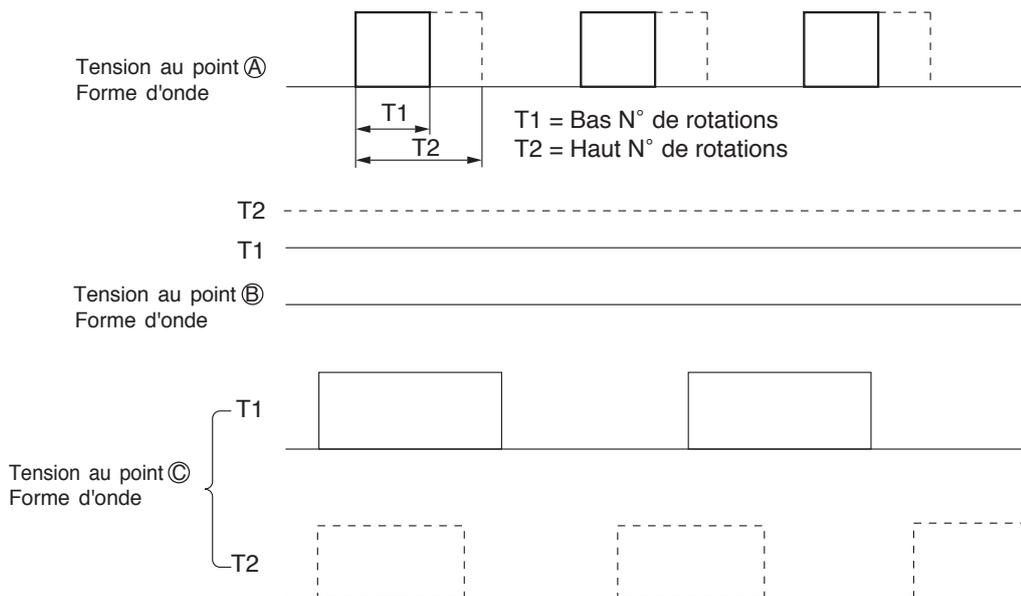

Fig. 5-2
- Pour le point A, une pulsation de PWM (modulation d'impulsions en largeur) de 15,7 kHz sera émise de la broche 40 du microprocesseur, comme indiqué sur la Fig. 5-2. La plage d'impulsions variera en fonction des différentes vitesses de commande.